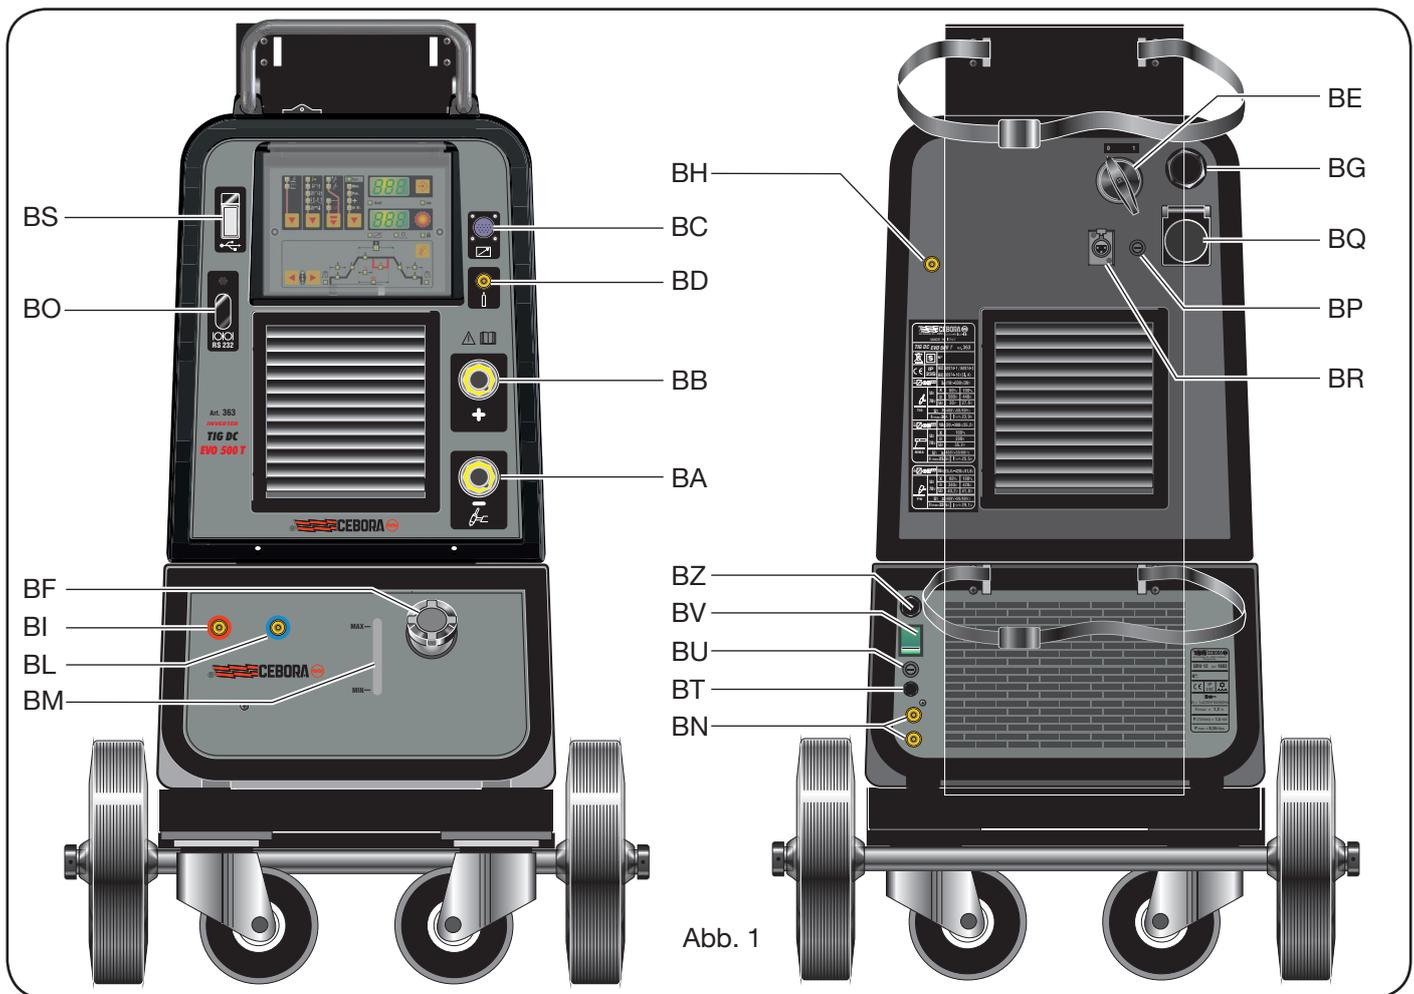

Abb. 1
3.2 BESCHREIBUNG DES GERÄTS (Abb. 1).